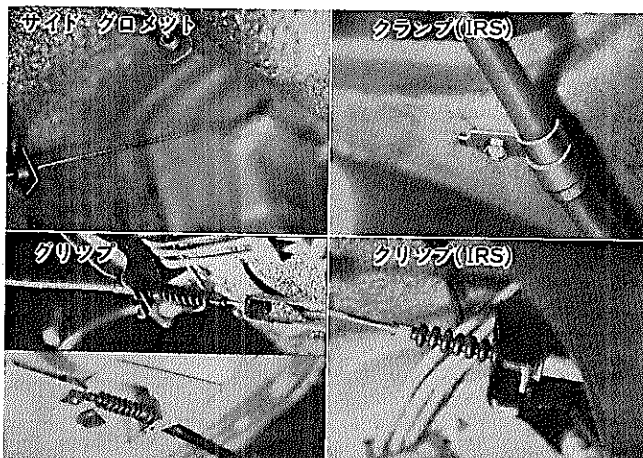

図13-137 ケーブル No.2, C9961 C9962 C9963 C9964 C9965
- ③ ケーブル No.1×パーキング ブレーキ コントロール ハンドル切り離し (図13-137参照)
- ④ フロント シート
- ⑤ ドア スカツ プレート
- ⑥ フロア カーベツト
- ⑦ ヒータ リヤ ダクト (右側)
- ⑧ ケーブル No.1 (グロメツト付)